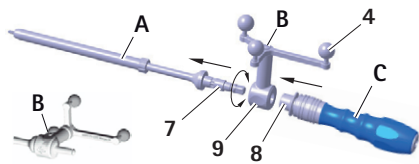

Fig. 6 Montaje de la unidad con estrella de referencia («precalibrada») y el mango S⁴C en la terraja S⁴C.
- Soltar el casquillo de bloqueo 8, ver Fig. 6. Comprobar si el mango S⁴C está acoplado.